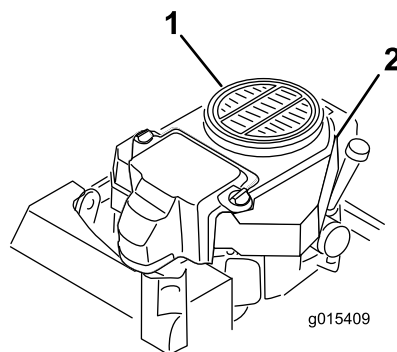

図 61
- 吸気スクリーンとファンハウジングを取り外す (図 61)。
- 吸気スクリーン、スタータ、ファン・ハウジングを取り付ける (図 61)。